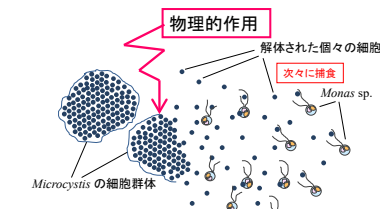

図1 細胞群解体による捕食圧の増加
*Microcystis*は多糖質に包まれた細胞群体を形成するため周囲の捕食者（原生動物、微小後生動物など）に容易に捕食されないことが大発生の一因として挙げられています。これまでの研究で、*Microcystis*の細胞群体を物理的に個々の細胞に解体した結果、原生動物鞭毛虫類*Monas* sp.（モナス）〔写真3〕の捕食圧は高まり効率よく*Microcystis*が減ることを室内実験で確認しました〔図1〕。
国内サイトでは、東京都井の頭公園恩賜池の景観と水質を改善するために水質調査と図1 細胞群解体による捕食圧の増加 浄化研究を進めています。